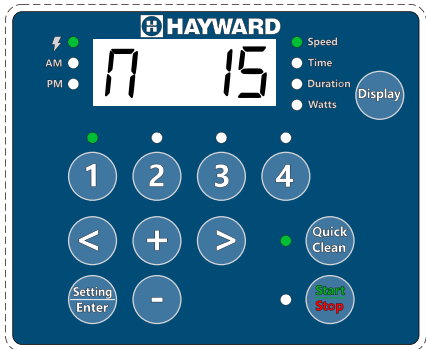

Figura 8
- 2. Prima duas vezes Setting. O LED do parâmetro "Duration" fica intermitente durante a edição. **Ver Figura 8.**